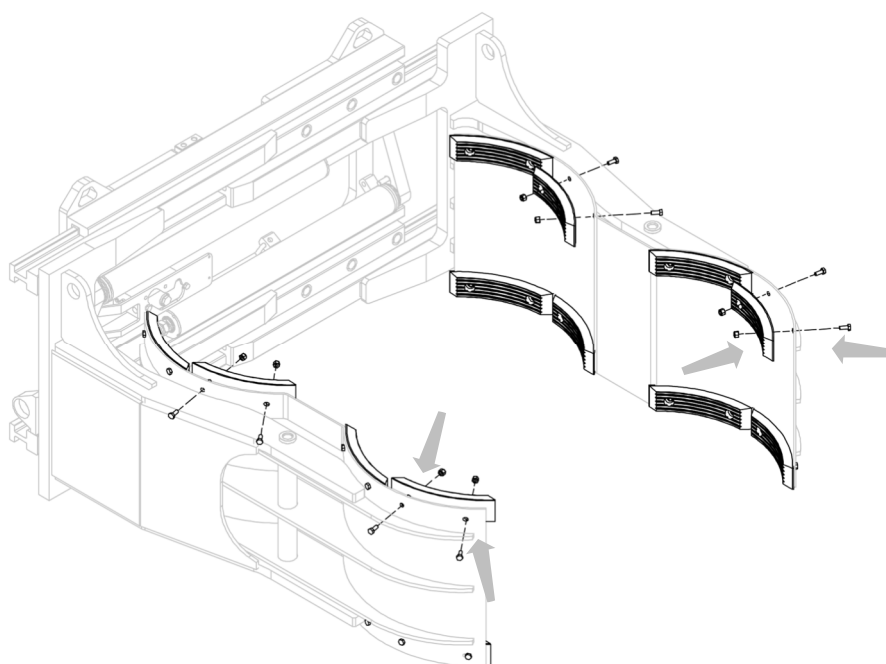
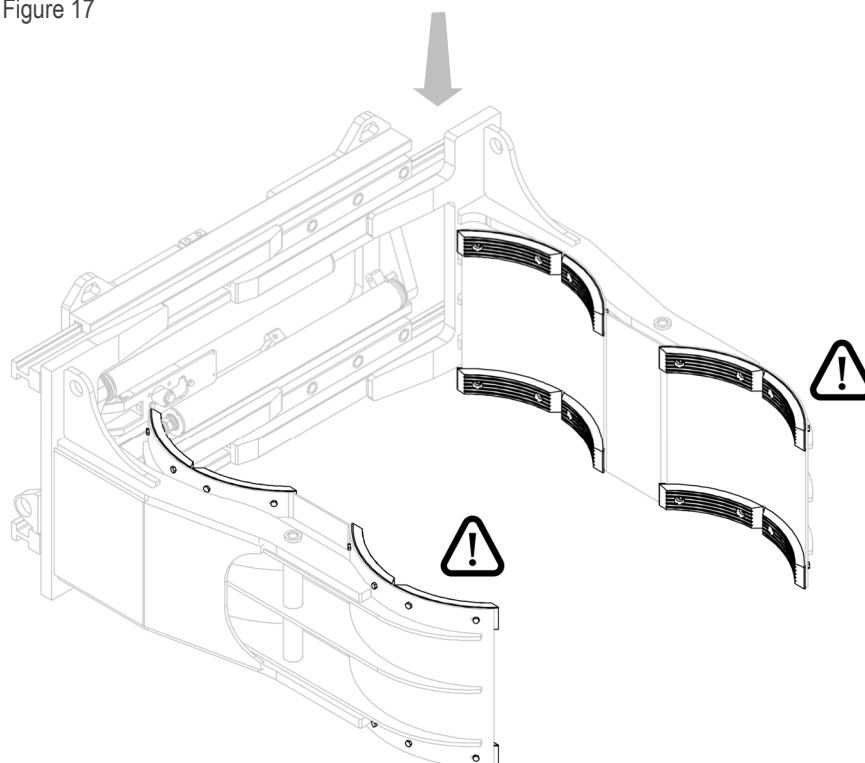

Figure 17
Figure 18
3. Installer les plaques en caoutchouc, en utilisant les vis et les écrous correspondants (voir *Figure 17* et *Figure 18*).